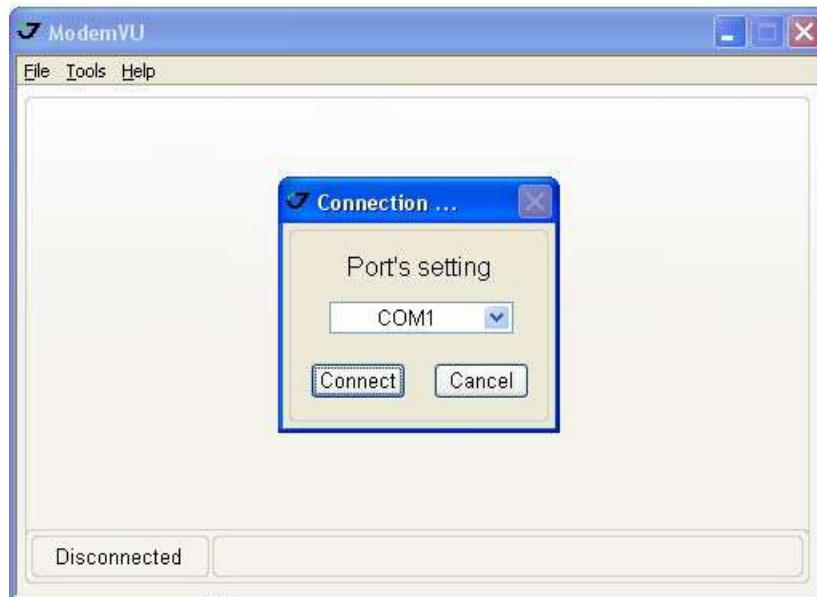

Рисунок 17. Соединение с ModemVU
5. Выберите нужный последовательный порт (СОМ-порт) компьютера, к которому подключен приемник, для установления связи с ПК и нажмите кнопку *Connect* (Рис. 17).